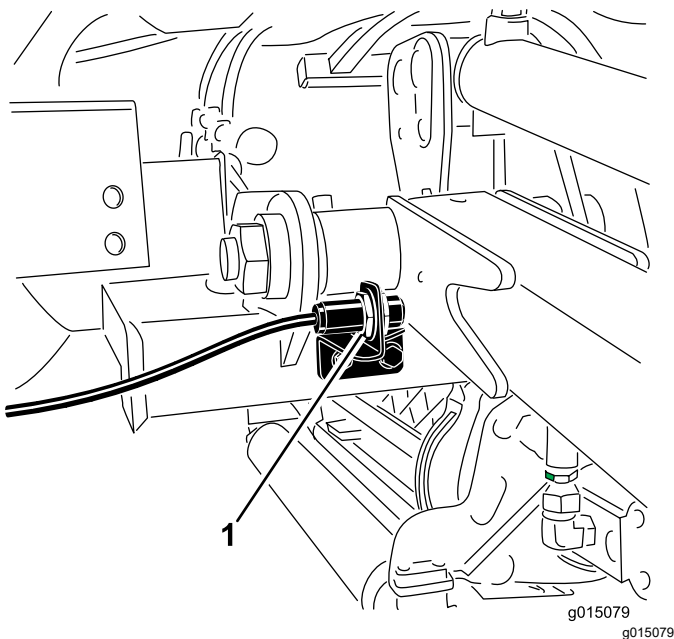

Bild 61
2. Der Hubarmschalter befindet sich hinter dem rechten vorderen Hubarm (**Bild 61**).
3. Lösen Sie die Befestigungsschrauben des Schalters (Bild 61) und schieben den Schalter nach oben, um die Wendehöhe des Hubarms zu erhöhen, oder schieben Sie den Schalter nach unten, um die Wendehöhe des Hubarms zu verringern.